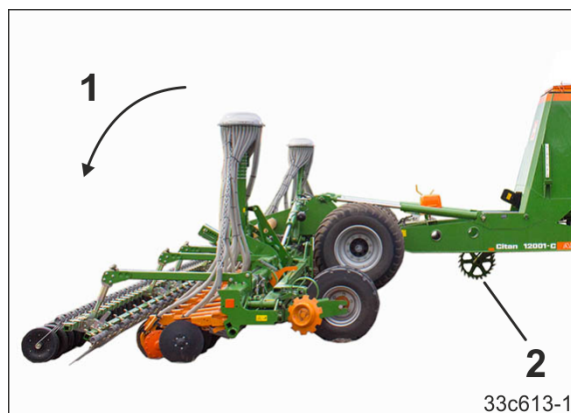

Fig. 227
- Das Steuergerät *gelb* solange betätigen, bis der Heckrahmen vollständig ausgeklappt ist (Fig. 227/1), d.h. der Heckrahmen in Arbeitsstellung steht.
Das Spornrad (Fig. 227/2) und der Traktorspurlockerer (Option) senken sich beim Ausklappen des Heckrahmens ab.